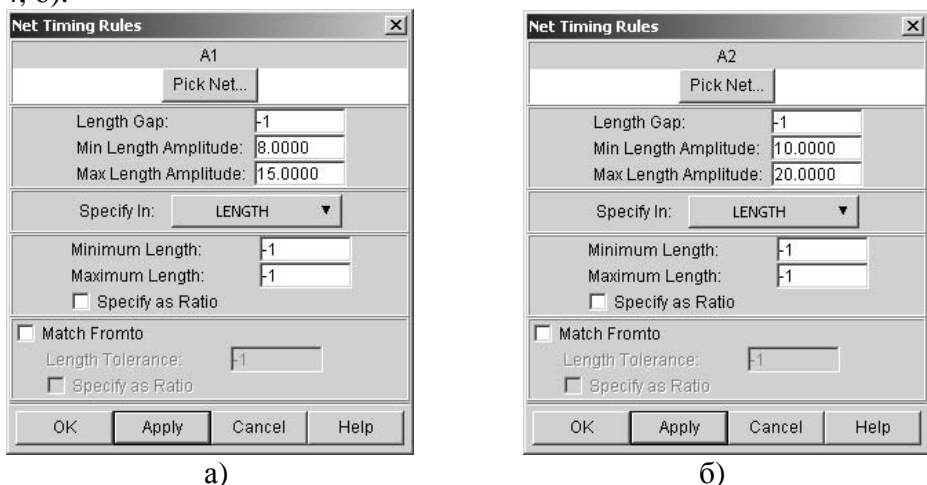

Рис.9.6.14
13. Установить заданные в ТЗ на ПП ограничения на длину цепей. Для этого командами **Rules/Net/Timing** установить **max** или **min** длину цепей. Например, для A1 (рис.9.6.14, а) и A2 (рис.9.6.14, б).